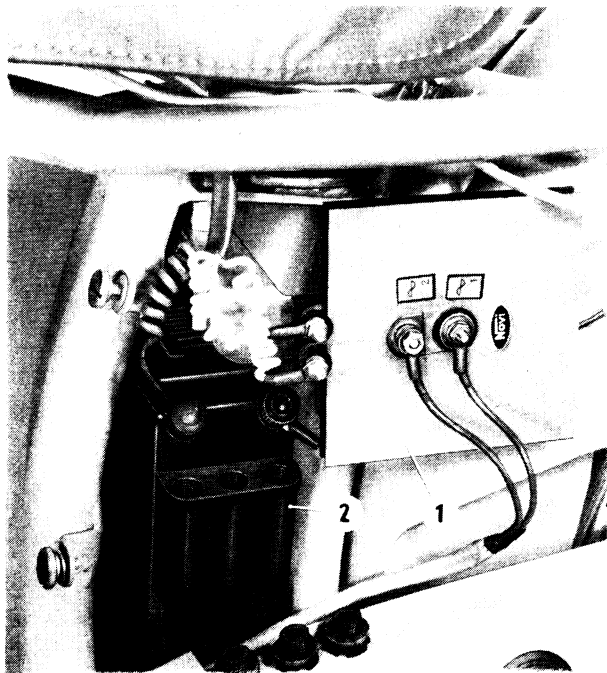

FIG. 4
Z 23 - L'ensemble de l'éclairage de ce modèle est fourni par la batterie (N° 2, fig. 4) dont la recharge est assurée par une cellule redresseuse
double (N° 1, fig. 4). Cette cellule redresse soit par une seule alternance en position "O" et ville le courant passant par la régulatrice (4,2), soit les deux alternances sur les positions route. Dans ce dernier cas, le courant maximum de charge est de 6 ampères. L'inverseur (9) du guidon permet d'avoir, avec le commutateur (10), les positions suivantes :
Vérifier souvent le niveau surtout en été, il doit affleurer les 3 orifices de remplissage (N° 2, fig. 4). S'il y a lieu, ajouter de l'eau distillée seulement (l'acide ne s'évaporant pas). Graisser les bornes, après les avoir nettoyées.